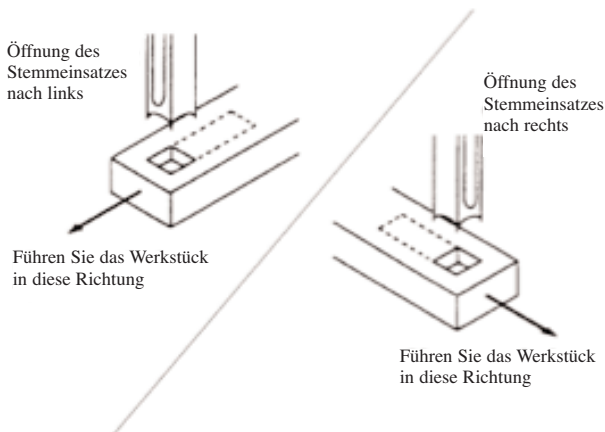

Abbildung 6
5. Nach dem ersten Einschnitt wird das Werkstück mit Hilfe des rechten Handrads nach vorne geschoben, um das Schneiden fortzusetzen. Die Bewegungsrichtung muss ermöglichen, dass die Späne frei aus der Öffnung des Stemmeinsatzes fallen. Führen Sie das Werkstück so, damit die Späne aus der Öffnung in den eben hergestellten Ausschnitt des Werkstücks fallen. Siehe Abb. 6.